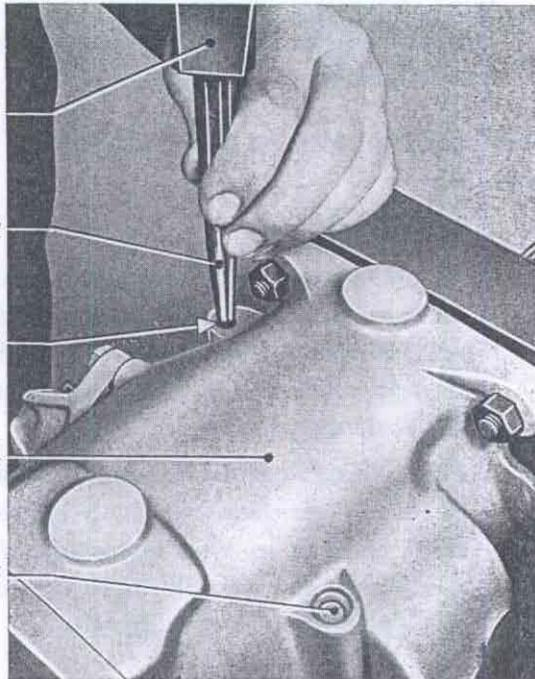

Bild 78 – Verschußstopfen in Getriebegehäuse einschlagen
40. Stets neue Verschußstopfen (78/5) für Gangarretierung einschlagen (Bild 78).